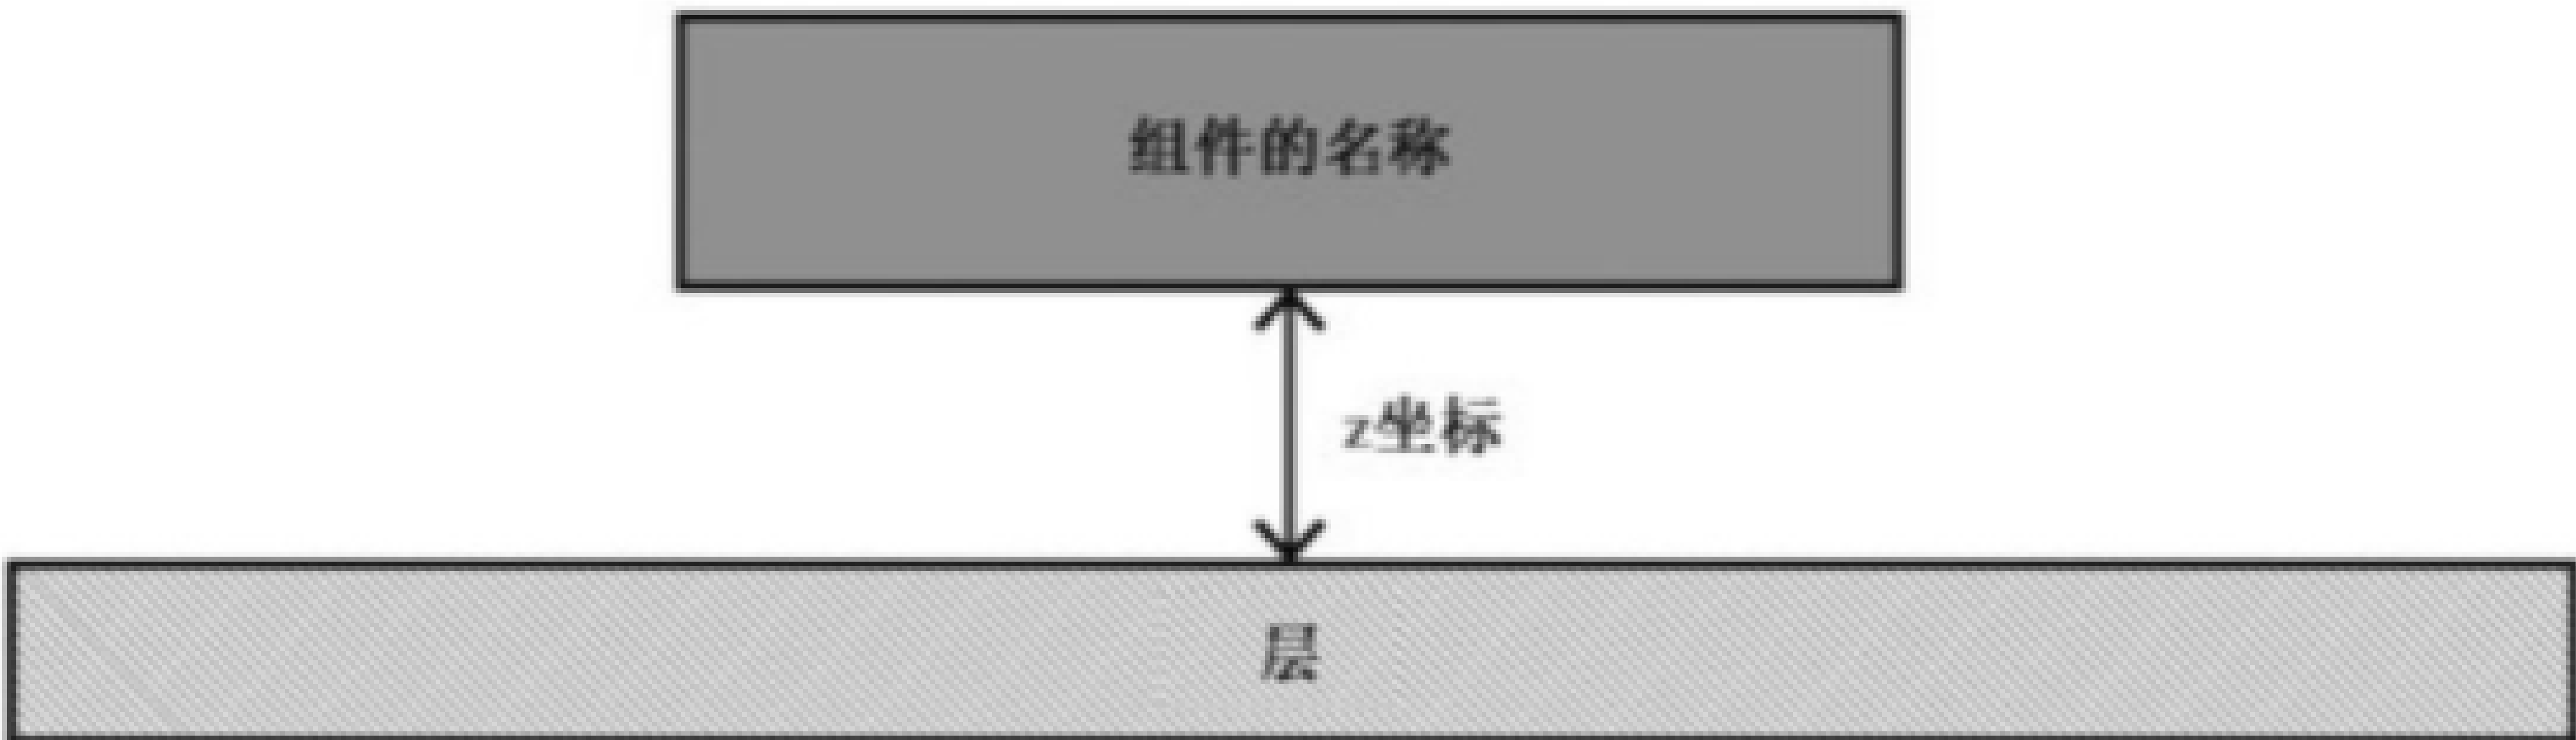

图 44 组件 `z` 坐标示意图
- h) `z`:此属性定义组件的 `z` 坐标,即组件从顶层起始的高度,如图 44 所示,如果未指定此属性,则将零设置为默认值。